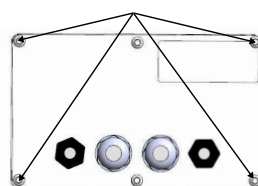

FIGURE 6.
- Enlever le capot bas (Figure 6).
- Remove the lower cover (Figure 6).
- Die untere Abdeckung entfernen (Figure 6).